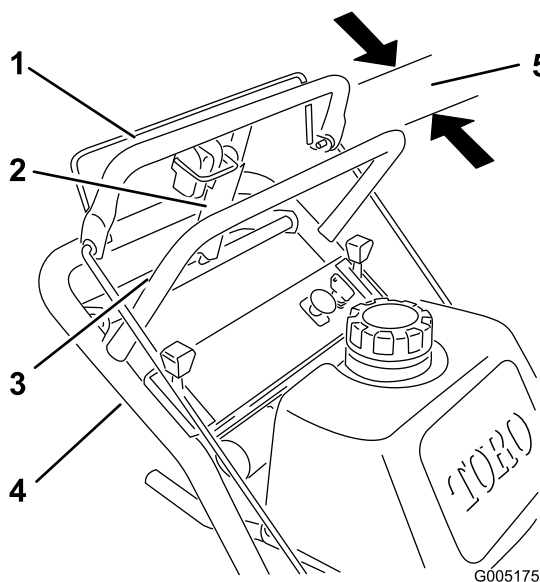

Figure 39
1. Vérifiez l'espace entre la barre de commande supérieure et la barre fixe quand la transmission aux roues est complètement embrayée. Il doit être de 25 à 32 mm (1 à 1-1/4 po) environ (Figure 39).